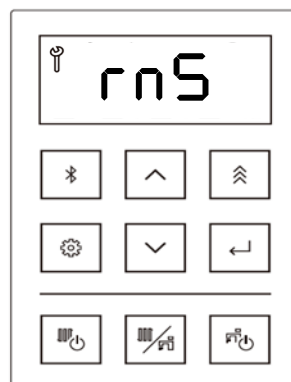

Figura 150
17. Una vez transcurridos 60 minutos de lavado, la pantalla muestra "rnS" (enjuague) (figura 150) y se escucha un pitido.